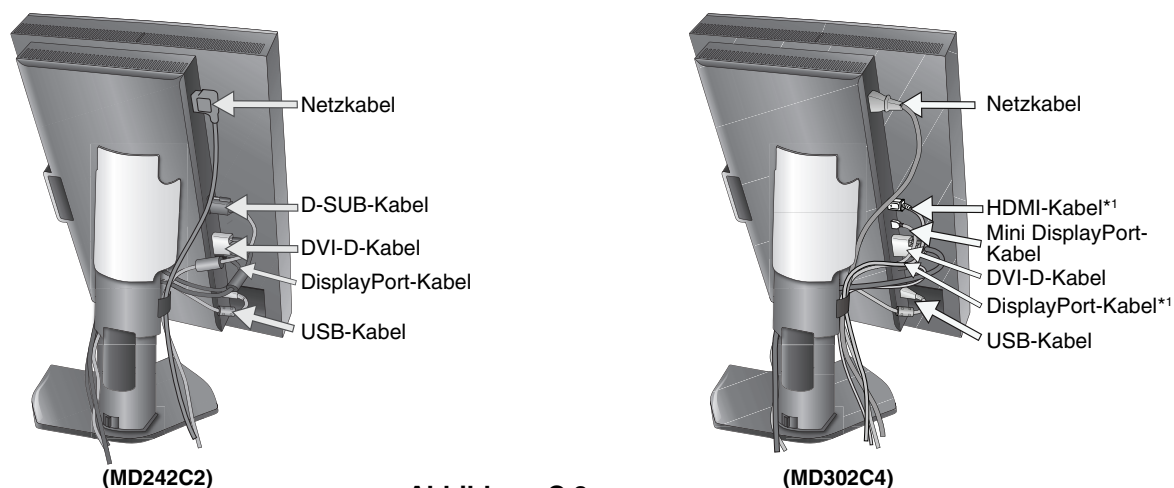

Abbildung C.3
5. Legen Sie die Kabel in die Kabelführung im Fuß, um ein Verdrehen der Kabel zu vermeiden. Führen Sie die Kabel sicher und gleichmäßig in die Halterungen ein (**Abbildung C.2** und **Abbildung C.3**).